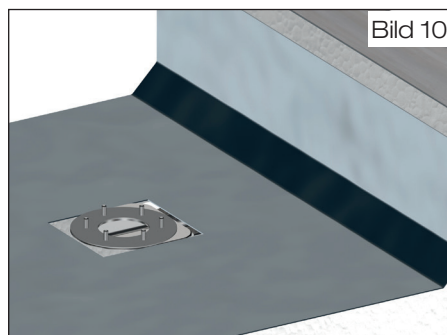

Bild 10
2.2 Erste Lage der **Dachdichtungsbahn** über Attikaablauf ausrollen und im Bereich des Festflansches aussparen (Bild 10).
3.2 **Dachdichtungsbahn** über Attikaablauf ausrollen und im Bereich des Festflansches aussparen (Bild 10).